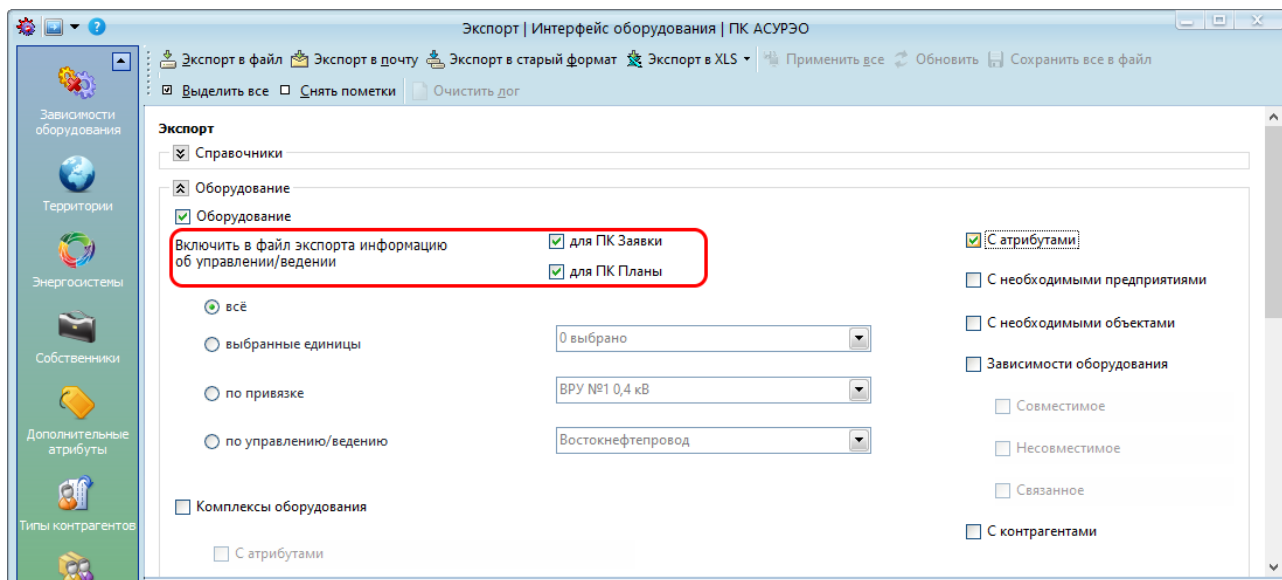

Рисунок 21.21 – Экспорт оборудования с информацией об управлении / ведении
- «Включить в файл экспорта информацию об управлении / ведении: для АСУРЭО и для ПК «Планы» - в файл экспорта вносится оборудование с информацией об управлении / ведении для выбранного оборудования в зависимости от принадлежности к задаче (см. раздел «6.5 Определение принадлежности к задаче») (Рисунок 21.21).